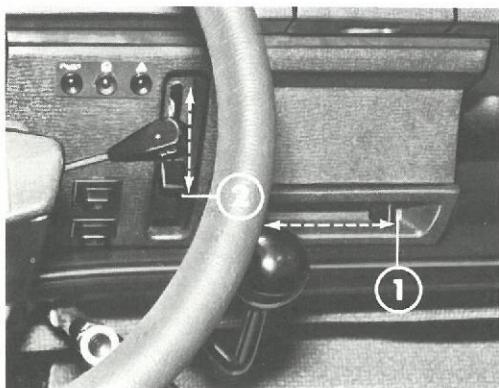

Fig. 21 -- Klimaanlæg
#### Varmluft (fig. 21)
#### Fordeling af varmluft mellem frontrude og gulv (fig. 21)
#### Varmluftblæser (fig. 21)
Start : Med varmegrebet (fig. 21) (1) i bund til venstre, trykkes afbryderen (1) ind.